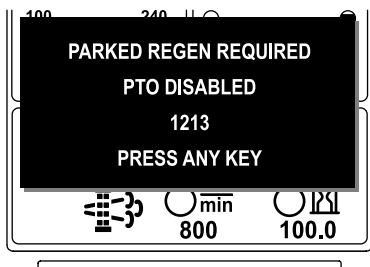

Figura 48
- Si no se realiza la regeneración con la máquina aparcada en un plazo de 2 horas, el InfoCenter muestra ADVISORY #1213 (Aviso n.º 189) solicitando la regeneración con la máquina aparcada e indicando la desactivación de la toma de fuerza (Figura 48).